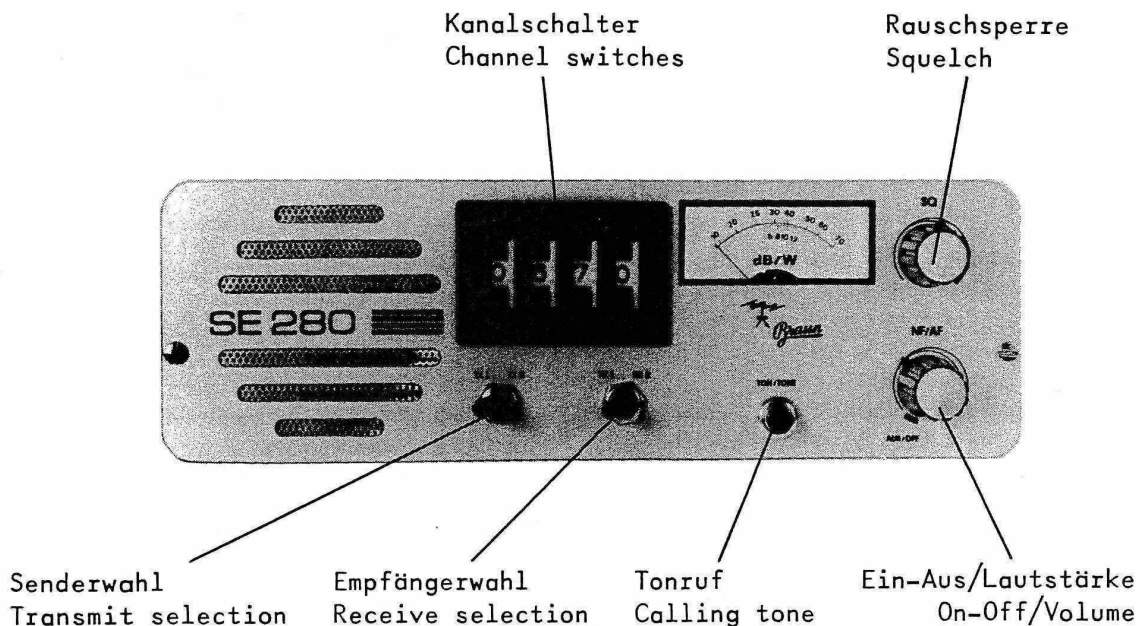

Bild 4 - Figure 4
Der SE 280 wird mit dem Drehschalter "AUS/OFF" (Bild 4) aus- und eingeschaltet.
Der Regler "NF/AF" (Bild 4) dient zur Empfänger-Lautstärkeregelung.
The on/off switch of the SE 280 is combined with the volume control (see Fig. 4).
The volume control allows the AF output level of the transceiver to be controlled. It is combined with the on/off switch (see Fig. 4).
Mit dem Regler "SQ" (Rauschsperre/Squelch, Bild 4) wird die Ansprechschwelle der Rauschsperre eingestellt; d.h. solange kein Träger auf dem mit dem Kanalschalter eingestellten Kanal ist, ist das Empfänger NF-Teil gesperrt.
Die beiden Kippschalter "Empfängerwahl" und "Senderwahl" (Bild 4) bestimmen, welche Seite des Kanalschalters für Empfang bzw. für Senden benutzt wird. Bei den auf dem Bild eingestellten Kanälen 06/70 sind folgende Betriebszustände möglich:
1. Beide Kippschalter nach links (wie auf Bild 4): Empfänger und Sender auf Kanal 06.
Mit dem Kanalschalter (Bild 4) sind im 2-m-Band (144-146 MHz) 80 Kanäle mit jeweils 25 kHz Abstand einstellbar. Kanal 00 entspricht 144,000 MHz, Kanal 80 entspricht 146,000 MHz.
The squelch threshold is adjusted with the aid of the "SQ" control shown in Figure 4. This will allow the receiver to be muted when no signal is present on the channel. It is possible for a threshold of down to 10 dB to be selected, but this is not to be recommended since any increase of the noise level due to power lines etc. would cause the receiver to open. We recommend 30 - 40 dB so that the receiver only opens with strong signals. Of course, the squelch can be made inactive by rotating the squelch control fully anticlockwise.
The two switches "Transmit selection" and "Receive selection" determine which side of the channel selector switch is used for the transmitter and receiver. Figure 4 shows the transceiver set up to operate on channels 06/70. This allows the following possibilities:
1. Both switches to the left (as in Fig. 4): transmit and receive on channel 06.
During repeater operation, the transmit channel is usually selected on the two lefthand switches of the channel selector (channel 06 in Fig. 4) and the receive channel with the two righthand switches (channel 70 in Fig. 4).